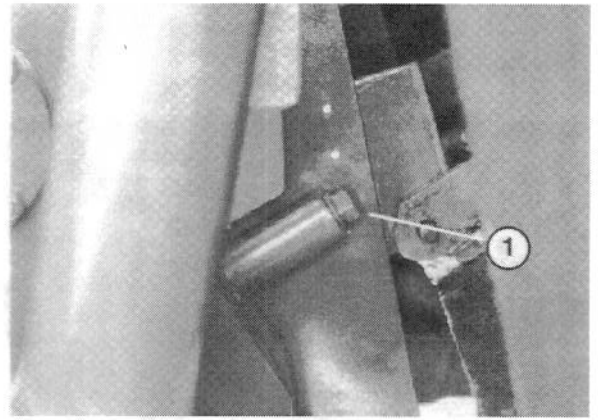

Figure 11
1. A l'avant de l'aérateur, enlever les (2) bouchons des orifices des boîtiers (Fig. 11).